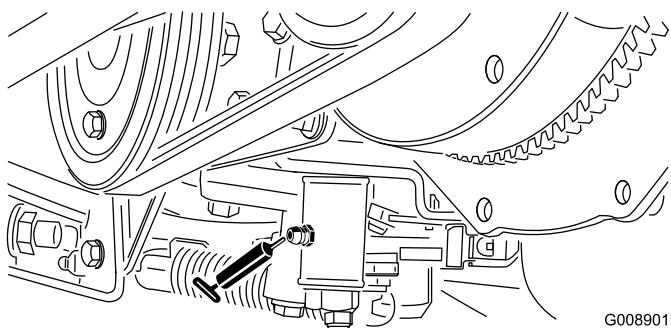

Bild 46
- Leerlaufeinstellung (Bild 46)